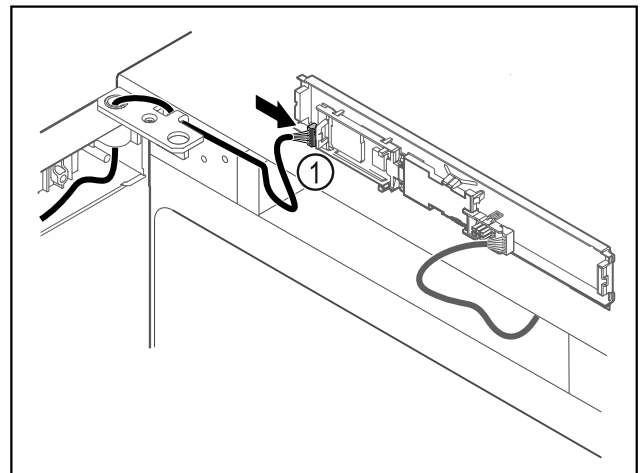

Fig. 65
- ▶ Подключите штекер Fig. 65 (1) к панели.